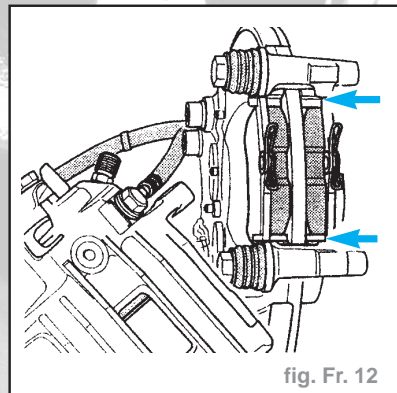

fig. Fr. 12
- Mettre en place les ressorts de retenue des plaquettes (flèches) et les plaquettes dans la chape de frein (Fig. Fr. 12).
- Déposer les plaquettes de frein et les ressorts de retenue des plaquettes (flèches) (Fig. Fr. 12).